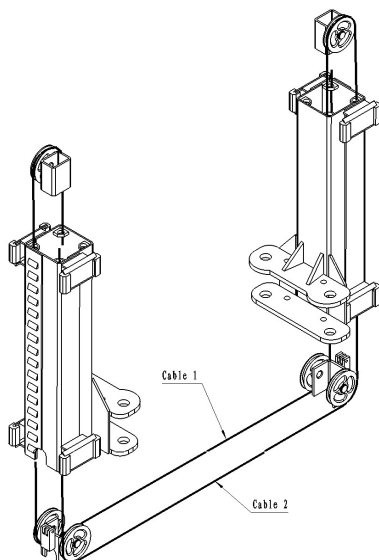

Fig.6a
5. Voer de staalkabels door zoals weergegeven in fig.6a en 6b.